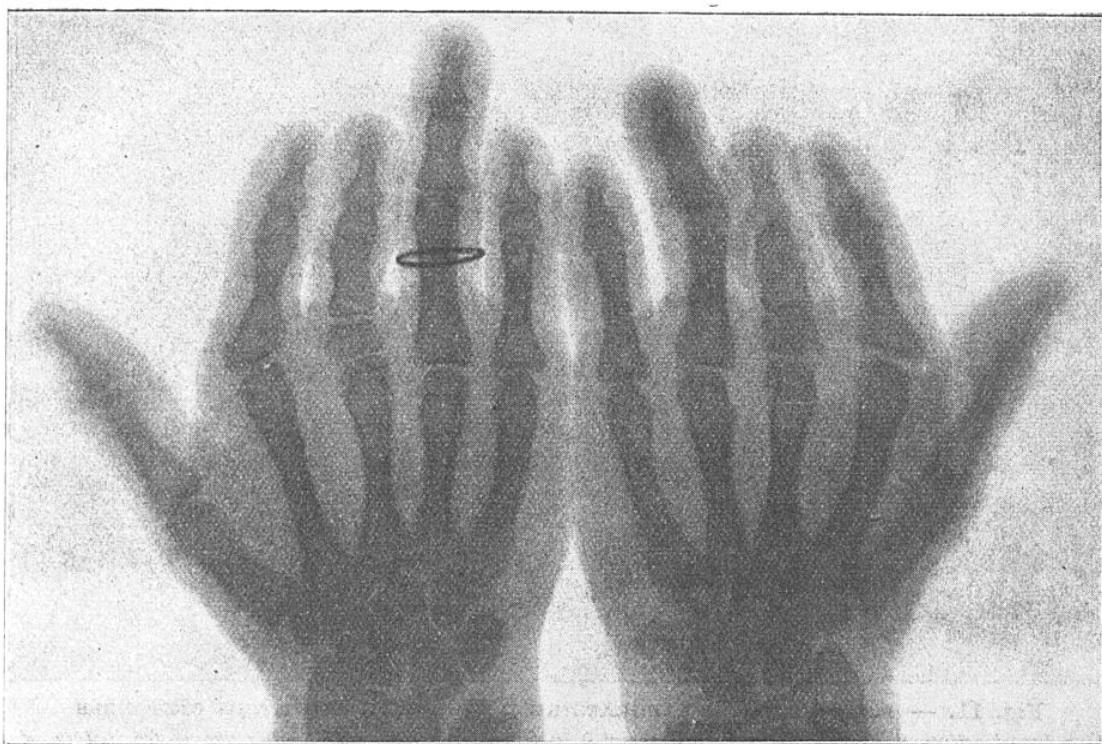

Fig. 13. — RADIGRAPHIES DE MAINS PRÉSENTANT PLUSIEURS DOIGTS ATROPHIÉS
vations ont été trop peu nombreuses pour que le caractère mendélien ait pu être mis en évidence d'une manière indiscutable. Notamment pour les cas de brachydactylie représentés sur la figure 13. M. Etienne Rabaud, dans l'*Anthropologie*, et M. Guyénot, dans *Biologica*, assurent que certaines observations ne peuvent pas être interprétées par les règles mendéliennes. Il semble que les cas sur lesquels ont porté ces observations sont trop peu nombreux pour que l'on puisse en tirer des conclusions contraires (1).